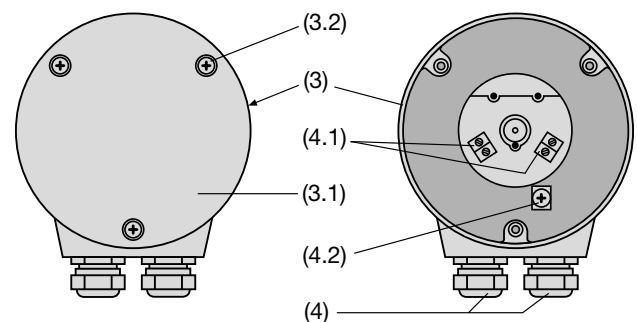

Fig. 6. Parte posteriore (3) con morsetti (4.1) e (4.2) e pressacavo (4).
La variante con **morsetti a vite** montati direttamente nel convertitore e con i **pressacavo** è composta da 4 morsetti (4.1) e 1 morsetto di terra (4.2) posto nella parte posteriore del convertitore (3), vedi Fig. 6. Questi morsetti sono previsti per fili di sezione max. 1.5 mm², essi sono accessibili levando il coperchio (3.1).
... con **morsetti a vite e pressacavo**, rimuovere le 3 viti (3.2) e il coperchio (3.1), (Fig. 6, a sinistra).
... con **morsetti a vite e pressacavo**, svitare le 3 viti (3.2) e togliere il coperchio (3.1) (Fig. 6, a sinistra).